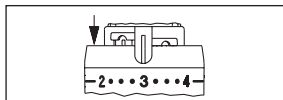

Abb. 9
2. Die beiden Elemente aus der „Parkposition“ herauschieben und in die Position rechts und links von der Einstellmarke einstecken (Abb. 9).